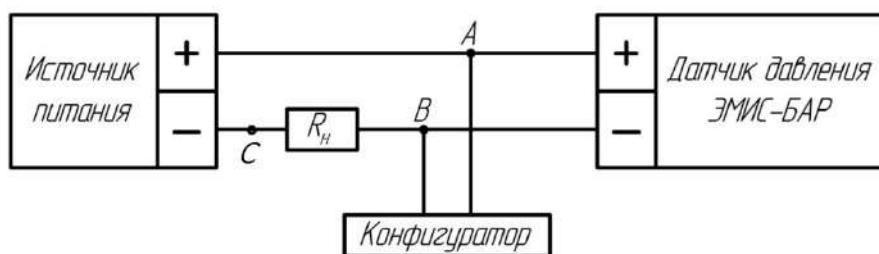

Рисунок 41 – Схема подключения датчика с устройством HART–коммуникации
3.7.4 Если система построена по схеме «точка – точка» (рисунок 41, 42), то основная переменная может быть считана как в аналоговом виде, так и в цифровом. В многоточечной же системе аналоговая информация недоступна и считывание величины давления происходит только в цифровом виде.